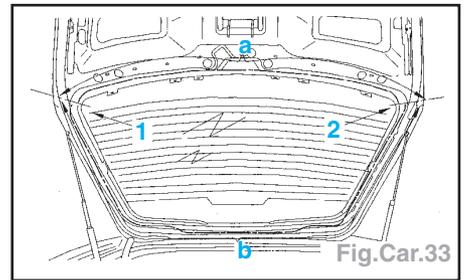

Fig.Car.33
- Débrancher les connecteurs (1) et (2) (Fig.Car.33).